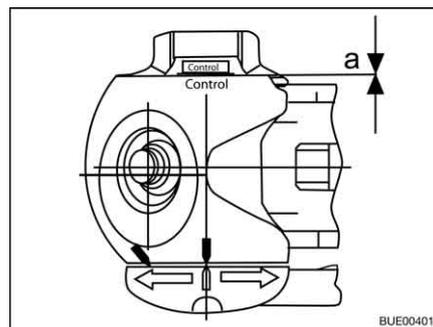

Fig. 207 Controllo usura
- Distanza $a = 0$ (Fig. 207): Controllare guarnizioni di attrito ed ev. sostituirle.